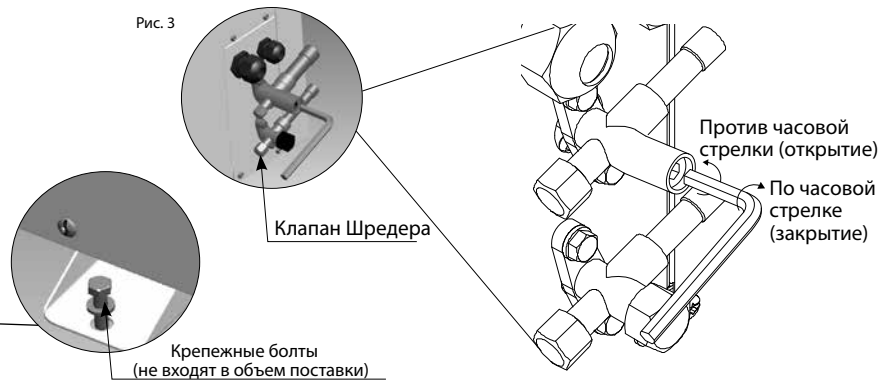

Рис. 3
- Все сервисные вентили должны быть в открытом положении. См. рис. 3.